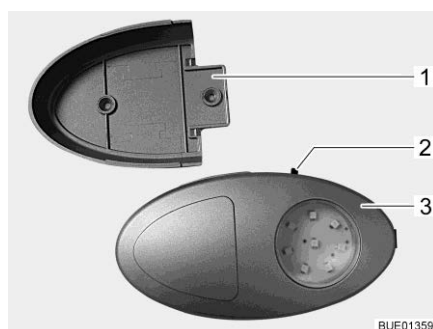

Fig. 50 Luce armadio guardaroba/torcia elettrica
- ▷ È possibile estrarre la luce armadio guardaroba dal supporto a vite (Fig. 50,1) e utilizzarla come torcia elettrica.
L'interruttore di accensione/spegnimento (Fig. 50,2) è montato direttamente sulla luce armadio guardaroba (Fig. 50,3).